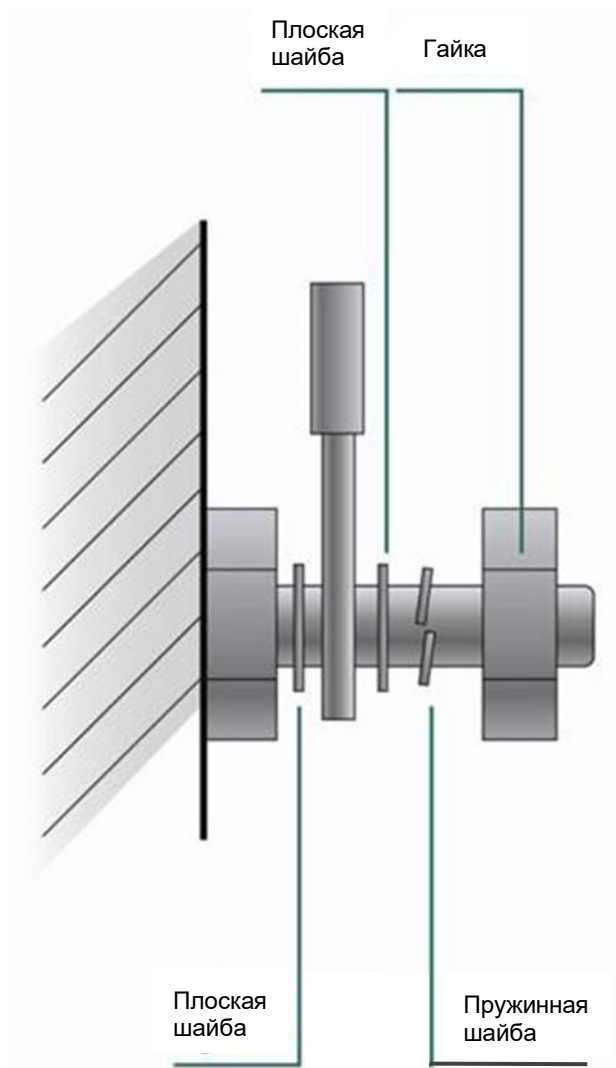

Рисунок 34. Затягивание кабельного контакта
- Когда используете винтовую резьбу для фиксации кабельных контактов, болты или винты должны быть надежно затянуты и должны быть приняты меры против ослабления соединения, как показано на Рисунок 34.